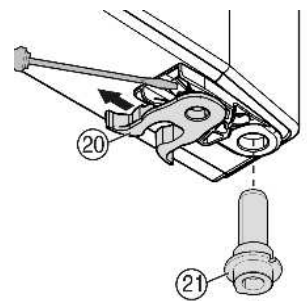

Fig. 8
- ▶ переставить пружинный зажим *Fig. 8 (20)*: Нажмите вниз язычок защелки, снимите с него пружинный зажим.
- ▶ Извлеките опорный палец *Fig. 8 (21)* из втулки двери и вставьте вместе с шайбами на противоположную сторону. Язычок защелки должен быть направлен к внутренней стороне двери, паз — к внешней стороне.
- ▶ Поверните нижнюю часть двери и вставьте опорный палец Fig. 8 (21) в опорный кронштейн. При необходимости покрутите опорный палец, чтобы он смог заскочить.